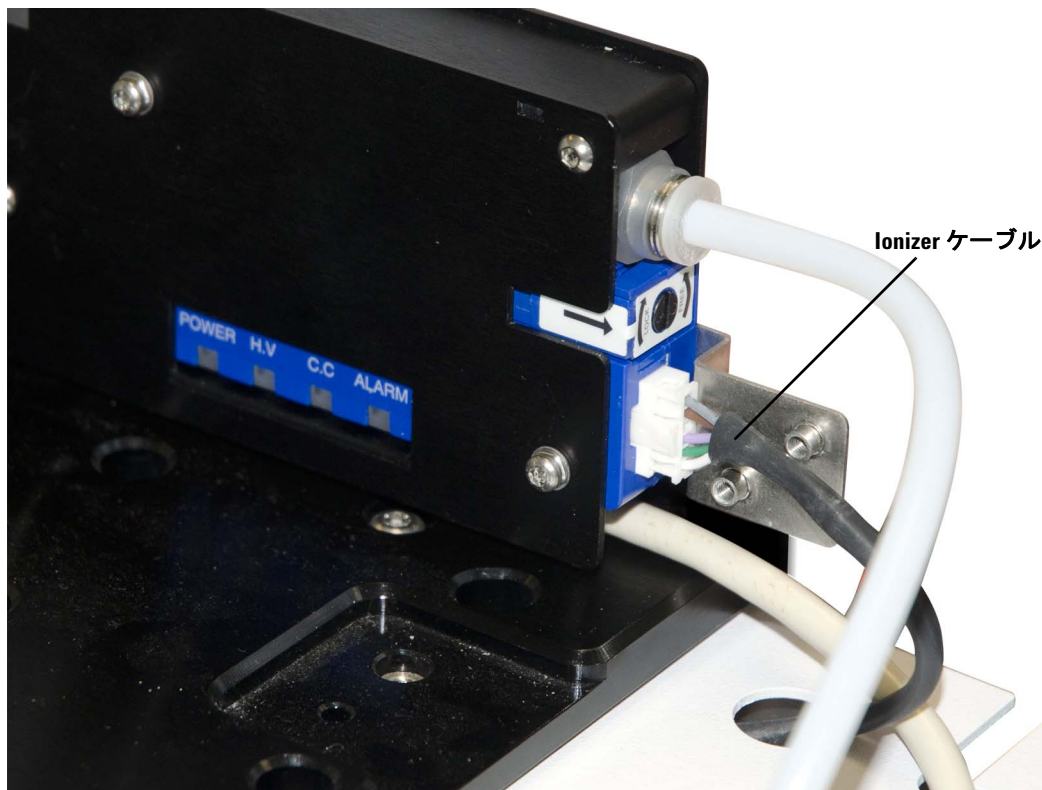

図 60 接続された Ionizer ケーブル
- 1 電子機器モジュールの上部開口部から Ionizer の背面まで Ionizer ケーブルを接続します (図 60)。